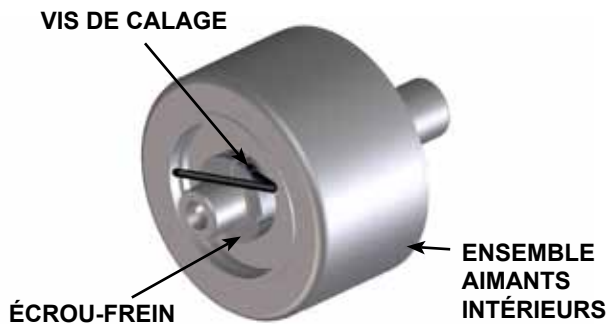

FIGURE 8
9. Contrôler visuellement les aimants extérieurs depuis l'extrémité du support. Si une dépose est nécessaire, séparer le support du moteur. Déposer l'écrou-frein (1), la rondelle-frein (2) et le collier d'entretoise de roulement extérieur (4) de l'arbre. Glisser l'ensemble aimants extérieurs hors du support. Contrôler l'état et l'usure de l'ensemble aimants ; le changer le cas échéant. Si le support doit être démonté, voir « **Démontage / montage des paliers de support** », à la page 6.
10. Déposer les vis à tête six pans creux (54) du bol (59). Si le bol n'a pas été vidangé à l'étape 1, il contient du liquide. Pour déposer le bol de la pompe, veiller à l'extraire bien droit. Contrôler l'état d'usure de la bague de bol (64). Si la bague doit être changée, voir « **Pose des bagues** » à la page 7.
11. Ne pas déposer le joint torique entre la bride d'adaptation (67) et le bol sauf s'il est en mauvais état, en particulier s'il est de type revêtu PTFE. Si un joint torique neuf est requis, voir « **Montage de la pompe** » à la page 7.
12. Introduire une barre en laiton dans le rotor (36) à travers une lumière entre deux dents de rotor et déposer l'écrou-frein fendu (66), voir **Figure 8**. Glisser l'ensemble aimants intérieurs hors de l'arbre. S'assurer que la rondelle de butée extérieure (60) ne se détache avec l'ensemble aimants intérieurs. Si la rondelle de butée heurte la clavette d'arbre (62), elle peut se fendre ou se casser. Garder à l'esprit qu'il s'agit d'un aimant très puissant. Contrôler l'état et l'usure de l'aimant ; le changer le cas échéant. S'il est nécessaire de poursuivre le démontage, passer à l'étape suivante.